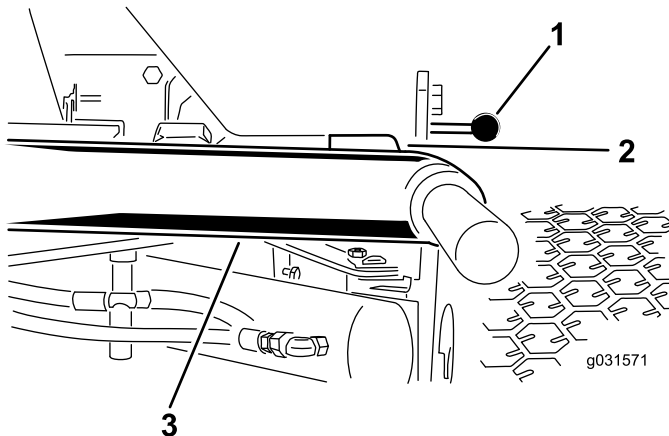

Figure 10
1. Démarrez le moteur, élevez les unités de coupe et vérifiez qu'un espace de 5 à 8 mm sépare chaque bras de levage et le support de la plaque de plancher, comme montré à la Figure 10.